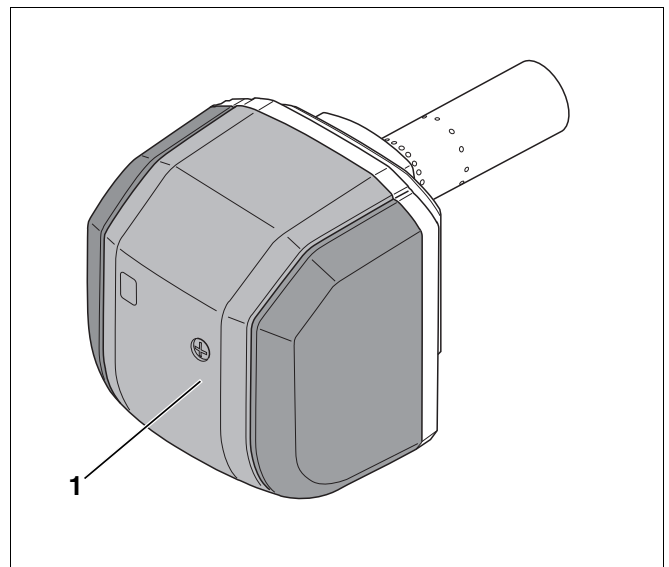

Abb. 57 Brennerhaube aufsetzen und verschrauben
- Befestigungsschraube (Abb. 57, **Pos. 1**) der Brennerhaube anziehen.